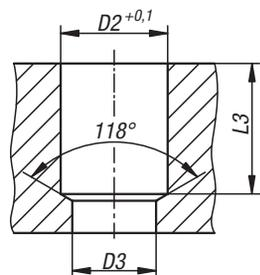

Abb.2
- Respect du perçage étagé D2/D3 selon la fiche technique (fig. 2)
- Tolérance d'alésage D2 =  $+0,1$  mm (fig. 2)